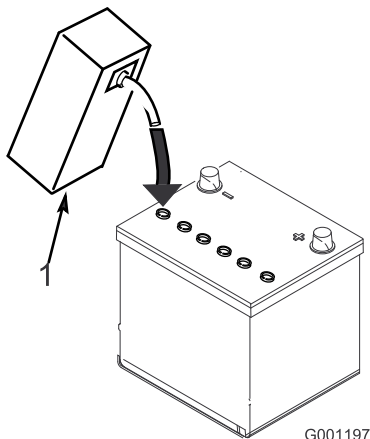

Bild 5
3. Füllen Sie vorsichtig in jede Zelle Elektrolyt ein, bis die Platten ungefähr mit 6 mm Flüssigkeit bedeckt sind (Bild 5).
4. Lassen Sie die Elektrolytflüssigkeit für 20 bis 30 Minuten in die Platten durchtränken. Füllen Sie nach Bedarf auf, um den Elektrolytfüllstand auf ungefähr 6 mm unter dem Einfüllstutzen anzuheben (Bild 5).